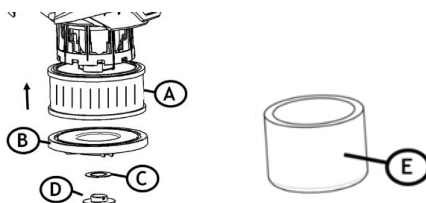

Figura 10
- Coloque el interruptor en la posición de apagado (0) y desenchufe el cable de alimentación.
- Consulte la figura 10. Retire la cubierta protectora y los fiadores (B, C y D).
- Retire el filtro HEPA (A) o el filtro de espuma (E).